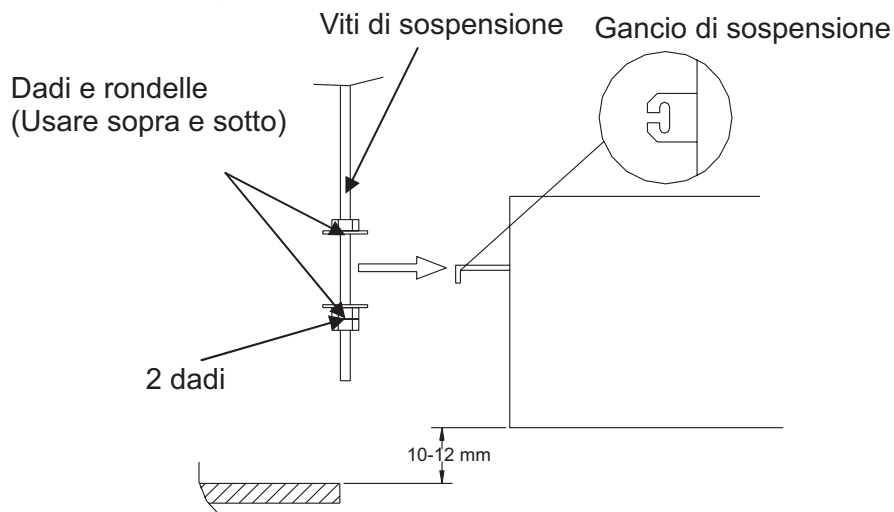

Fig.9
- Per prevenire eventuali allentamenti, si raccomanda di usare 3 dadi esagonali (preparati sul posto) e due rondelle (accessori) per ogni vite di sospensione. Fare attenzione di utilizzare 2 dadi nel lato più basso (Fig.9)